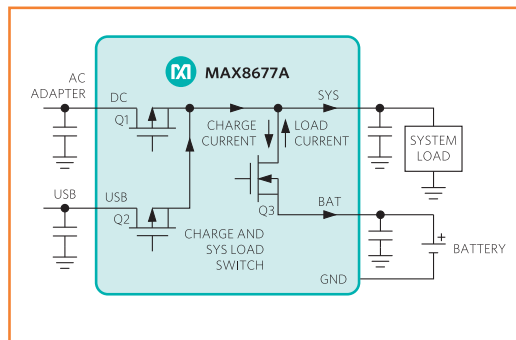

Bild 2.
der Akkulader ohne Mikrocontroller und folglich ohne Software auskommt. Den Ladezustand des Akkus zeigen verschiedenfarbige LEDs an. Der MAX8677A ist äußerst flexibel einsetzbar, er ist mit einem so genannten „Smart Power Selector“ ausgestattet (**Bild 2**). So nennt der Hersteller einen dreifachen internen Schalter, der die Lade- und Entladeströme in die notwendigen Richtungen lenkt. Das IC kann die verfügbare Leistung so verteilen, dass der Akku optimal geladen wird, auch während das Gerät in Betrieb ist. Falls der Strombedarf des Geräts den Strom des Netzteils übersteigt, schaltet das IC den Akku hilfsweise zu. Solange das Gerät nicht am Stromnetz angeschlossen ist, wird es allein aus dem Akku versorgt. Der MAX8677A kann den Strom einem USB-Port entnehmen (Anschlüsse 15 und 16, USB), wobei der Strom auf 500 mA begrenzt ist. Das ist die Obergrenze des Stroms, der über einen USB-2.0-Port fließen kann. Wenn das IC über die Anschlüsse 2 und 3 (DC) an einem Netzteil betrieben wird, ist die Obergrenze bis 2 A einstellbar. Unser Li-Ion-Lader, dessen Schaltung **Bild 3** zeigt, benutzt den Eingang DC, so dass die Stromgrenzen flexibel wählbar sind. Wenn der Eingangsspannungsbereich 4,1...6,6 V überschritten wird, unterbricht der MAX8677A den Eingangsstrom,